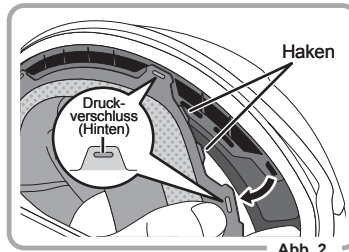

Abb. 2
2. 4 Druckverschlüsse und Haken vorne öffnen. Das innere Polster kann nun entfernt werden. (Abb. 2)